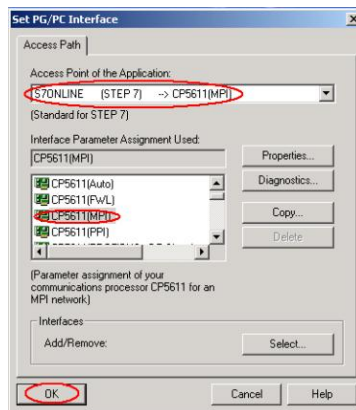

图 2. 1. 11
- (1) . 面板没有切换到传送模式；
- (2) . 面板的 MPI /Profi bus 通讯参数设置错误，检查地址和波特率设置；
- (3) . 电缆故障；
- (4) . 与网络中的其他设备 MPI /Profi bus 地址发生冲突。
5. 点击诊断设置窗口中的“ OK” 按钮来关闭诊断窗口，然后点击 Setting PG/PC Interface 设置窗口中的“ OK” 按钮来确保建立应用程序访问点 S7ONLINE (STEP 7)同设备 CP5611(MPI)的关联，如图 2. 1. 11 所示。